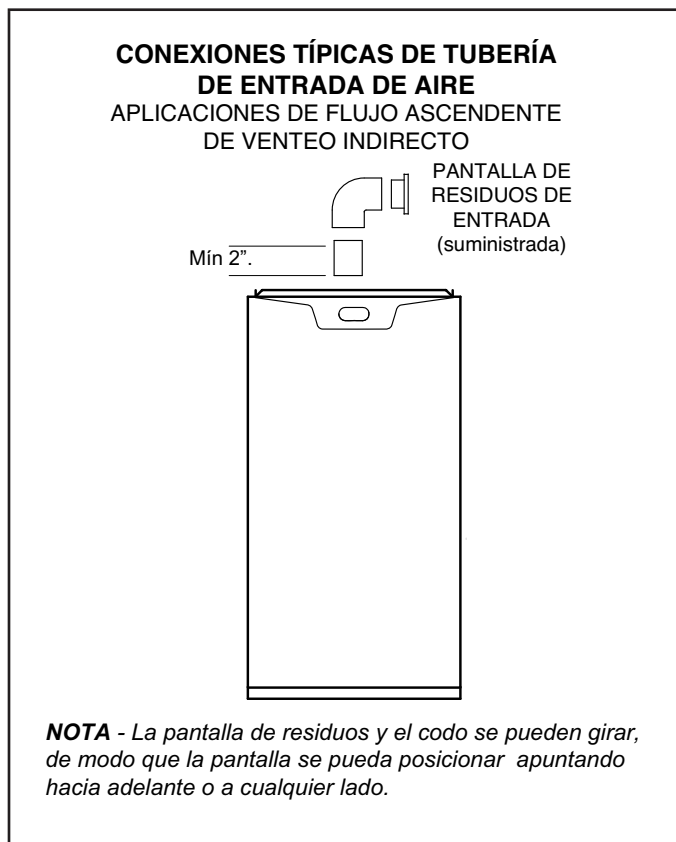
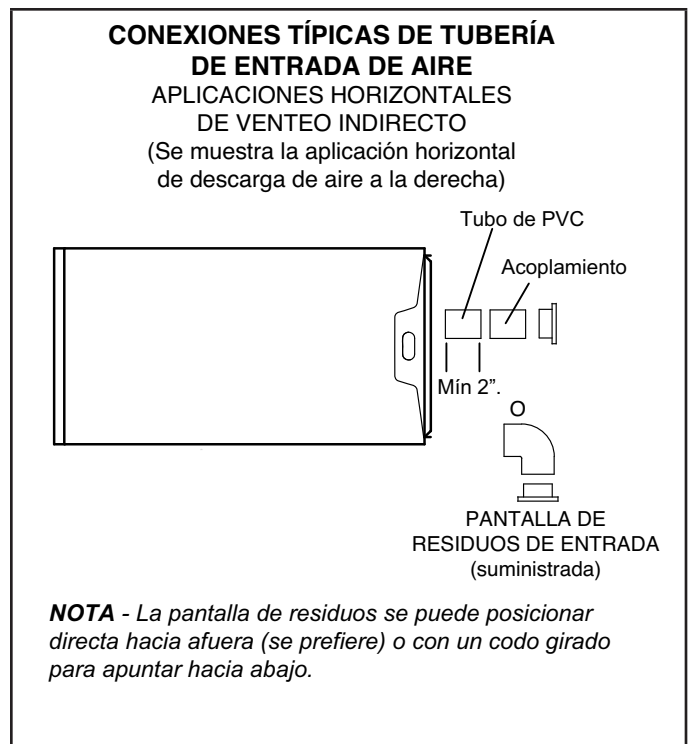

FIGURA 27
FIGURA 28
- 1 - Use los materiales proporcionados en el sitio y la pantalla de entrada de aire suministrada en la fábrica para dirigir la tubería de entrada como se muestra en la FIGURA 27 o en la FIGURA 28. Mantenga un espaciamiento mínimo de 3" (76 mm) alrededor de la abertura de entrada de aire. La abertura de entrada de aire (con pantalla protectora) siempre debe dirigirse hacia adelante o a cualquier costado en la posición de flujo ascendente, y ya sea de forma recta hacia afuera o hacia abajo en la posición horizontal. **La tubería de entrada de aire no debe terminar demasiado cerca del piso o de una plataforma. Asegúrese de que la toma de aire de entrada no sea obstruida por aislamiento suelto u otros artículos que pudiesen tapar la pantalla de residuos.**